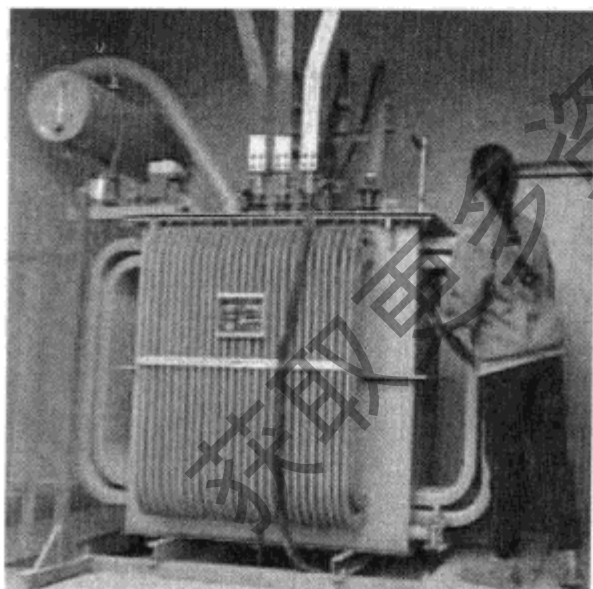
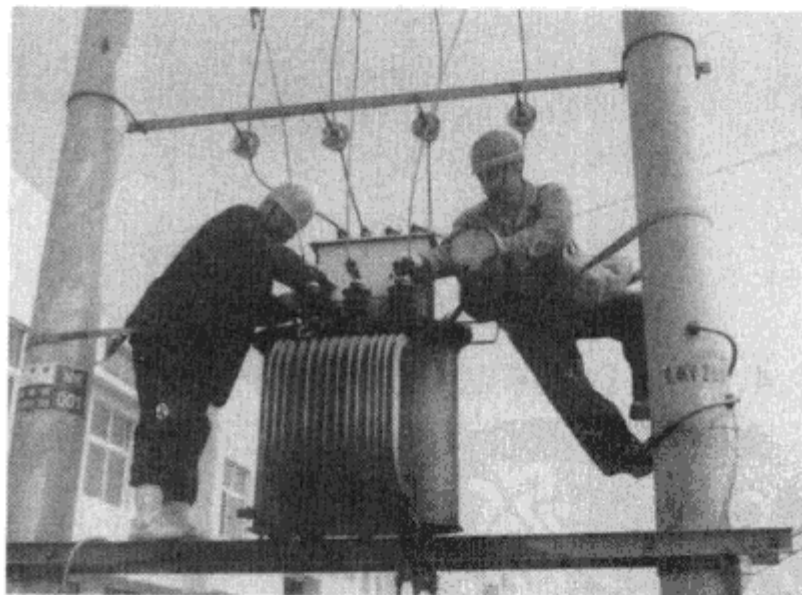

图 5-40 检查变压器上层油温
图 5-41 变压器的外部检查
① 检查油枕内和充油套管内油面的高度，密封处有无渗漏现象。如油面过高，一般是由于冷却装置运行不正常或变压器内部故障等造成油温过高引起的。如油面过低，应检查变压器各密封处是否有严重漏油现象，油阀门是否关紧。油标计内的油色应是透明微带黄色，如呈红棕色，可能是油位计脏污所造成的，也可能是变压器运行时间过长，油温过高而使油质变坏引起的。
② 检查变压器上层油温（如图 5-40 所示）。变压器上层油温一般应在  $85^{\circ}\text{C}$  以下，强迫油循环水冷却的变压器应为  $75^{\circ}\text{C}$ 。如油温突然升高，则可能是冷却装置有故障，也可能是变压器内部有故障。对油浸自冷变压器，如散热装置各部分的温度有明显不同，则可能是管路有堵塞现象。
③ 检查变压器的响声是否正常。变压器正常运行时，一般有均匀的“嗡嗡”声，这是交变磁通引起铁芯震动而发出的声音。如果运行中有其他声音，则属于声音异常。
④ 检查绝缘套管是否清洁，有无破损、裂纹及放电烧伤痕迹，如图 5-41 所示。